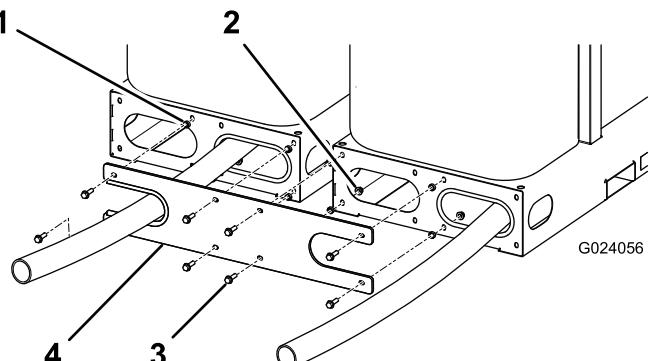
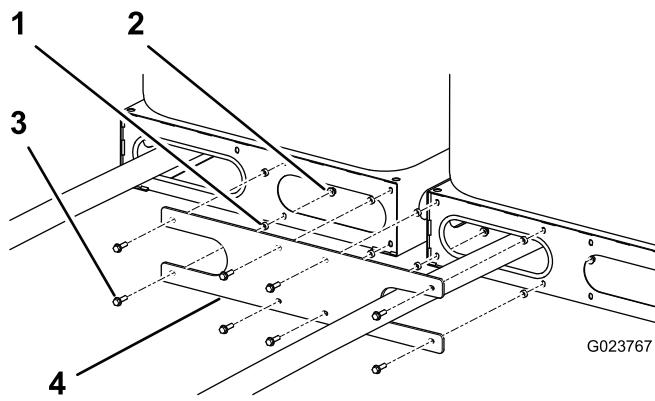

Рисунок 1
Рисунок 2
- Совместите отверстия под болты в торцевой пластине с отверстиями под болты в основании каждого из двух баков, отделив торцевую пластину от основания разделителем на каждом отверстии под болт (Рисунок 1 и Рисунок 2).